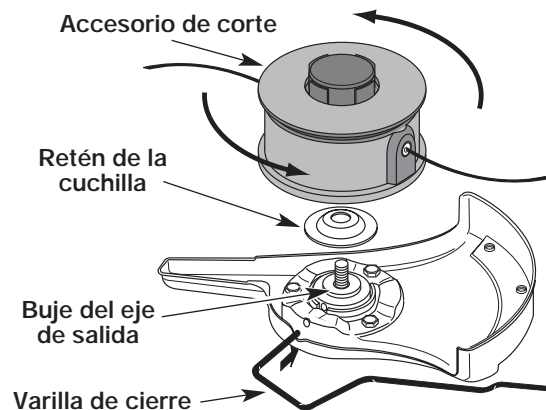

Fig. 15
5. Alinee el orificio del buje del eje con la ranura de la varilla de cierre e inserte la varilla de cierre en el orificio del buje del eje (Fig. 8). Coloque el retén de la cuchilla en el eje de salida con la superficie plana contra el buje del eje de salida según se ilustra en la Fig. 15. Enrosque el accesorio de corte en sentido antihorario en el eje de salida. Ajuste bien.